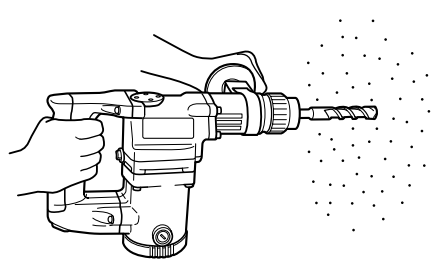

Fig. 6
- (1) Monter le foret de perçage.
- (2) Tirer l'interrupteur de déclenchement après avoir appliqué la pointe du foret sur la position de perçage désirée. (Fig. 6)
- (3) Il n'est pas du tout nécessaire d'appliquer une forte pression sur le marteau rotatif. Il suffit d'appliquer une légère pression de manière à ce que la poussière et les éclats soient déchargés progressivement.
- Quand le foret de perçage touche une poutre en fer, la mèche s'arrête immédiatement et la perceuse réagit en tournant. Par conséquent, tenir fermement la poignée principale et la poignée latérale, comme indiqué à la Fig. 6.